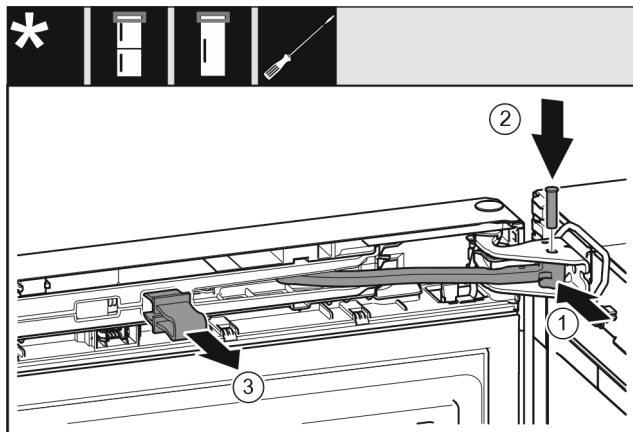

Fig. 50
- ▶ Περιστρέψτε την άρθρωση στο στήριγμα. Fig. 50 (1)
- ▶ Τοποθετήστε τον πείρο στο στήριγμα και στην άρθρωση. Βεβαιωθείτε ότι το έκκεντρο ασφάλισης εφαρμόζει σωστά στην εγκοπή. Fig. 50 (2)
- ▶ Αφαιρέστε την ασφάλεια. Fig. 50 (3)